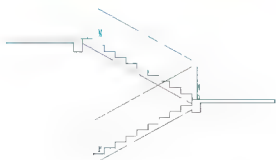

图 4.112 偏移栏杆线
(2) 将 P 和 M 处的垂直线向左偏移 150mm, 将 O 处的垂直线向右偏移 150mm, 然后删除 M、N 和 P 处的垂直线, 结果如图 4.112 所示。